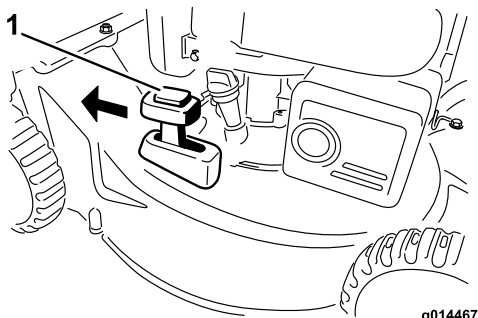

Bild 16
2. Drücken Sie die Taste oben am Hebel für Recycler/Fangkorb und schieben Sie den Hebel auf **Recycler** (Bild 16).
2. Hängen Sie den Fangkorb ein, wenn Sie das Schnittgut sammeln möchten (siehe Einsetzen des Fangkorbs6). Drücken Sie die Taste oben am Hebel für Recycler/Fangkorb und schieben Sie den Hebel auf **Fangkorb** (Bild 16).
**Hinweis:** Der Hebel für den Recycler/Fangkorb sollte in der Stellung **Fangkorb** (Bild 16) stehen.